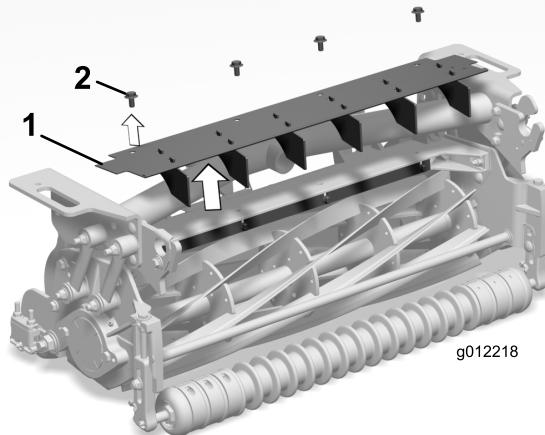

Figure 6
1. Retirez les 4 boulons à embase qui fixent le déflecteur d'herbe avant et les éléments déflecteurs au cadre du plateau de coupe (Figure 6).